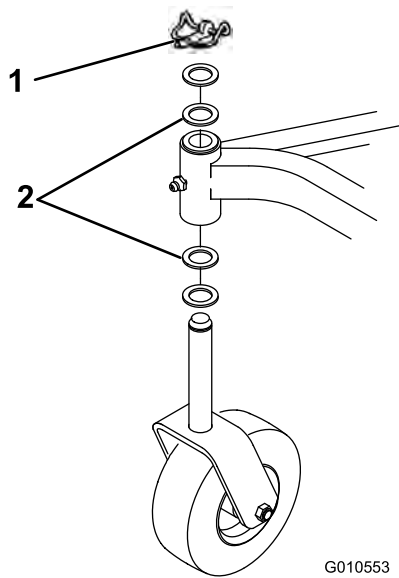

Bild 26
- A. An Mähwerken, die normal mit einer Schnitthöhe von 25 bis 51 mm eingesetzt werden, sollten Sie die niedrige Seite des Mähwerks anheben. Entfernen Sie den Klappstecker, mit dem das Laufrad am niedrigen Ende befestigt ist (Bild 26) und entfernen es.
- C. Wenn das Mähwerk mit einer Schnitthöhe von 51 mm bis 102 mm eingesetzt wird, senken Sie die hohe Seite des Mähwerks ab. Entfernen Sie den Klapstecker des Laufrads am hohen Ende der Maschine und nehmen es ab (Bild 26).